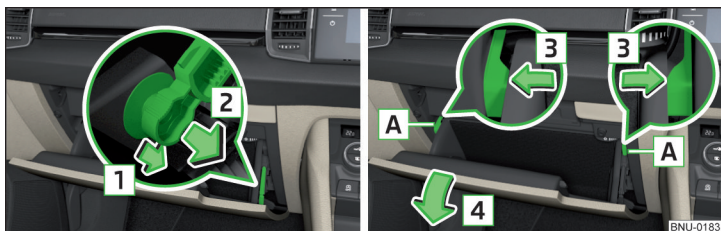

Fig. 342 Torpedoul de pe partea pasagerului față
- › Deblocați tija de blocare în sensul săgeții și desprindeți-o în sensul săgeții » fig. 342.